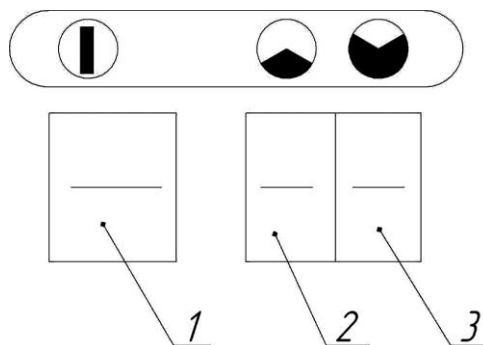

Рис.2. Пульт управления .
На планке кнопок управления поз.2 расположены выключатель сетевой поз.1 (рис.2) и выключатели нагревателей поз. 2 и 3 (рис 2).
- 7.1.1 Для включения тепловентилятора в режим вентиляции необходимо включить сетевой выключатель (поз.1 рис.2) в положение “ I ”, при этом включается подсветка клавиши и включается вентилятор.
Для работы в режиме 1 с мощностью 4,0 кВт включить клавишу поз.2 (рис.2) в положение “ I ” при этом включается подсветка клавиши и тепловентилятор работает с 1ой группой нагревателей мощностью 4,0 кВт (●). |
- Для работы в режиме 2 установить клавишу поз.3 (рис.2) в положение “ I ”. При этом горит подсветка клавиши и тепловентилятор работает с мощностью 6,0 кВт (●●).
- Для работы в режиме 3 установить клавиши 2 и 3 (рис.2) в положение “ I ”. При этом горит подсветка всех клавиш и тепловентилятор работает с полной мощностью 10,0 кВт (●●●).